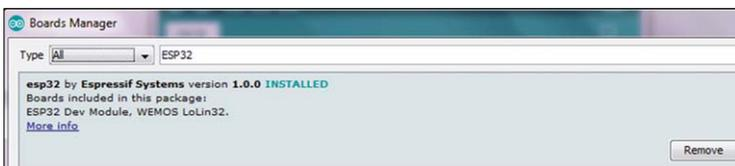

Figure 14.3 ESP32 installé
- Cliquez sur le **Installer** . Le message Installé s'affiche comme indiqué dans la figure 14.3. **Fermer** la fenêtre.